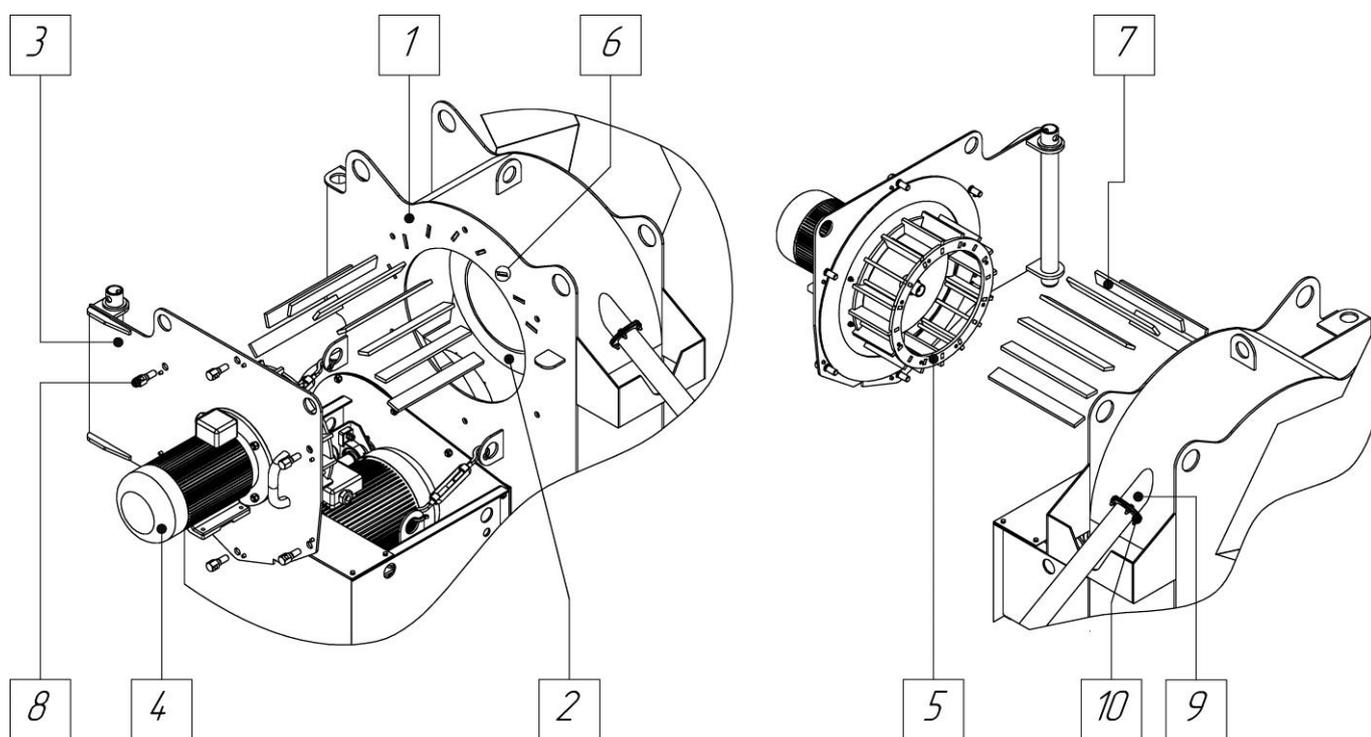

Рис. 10 Динамический воздушно-центробежный классификатор.
Динамический воздушно-центробежный классификатор (Рис. 10) состоит из корпуса (1), патрубка (2) выхода тонкого продукта, патрубка (9) вторичного воздуха с регулировочной заслонкой (10) распашной двери (3). На двери (3) размещен электродвигатель (4) привода делительного ротора. На оси электродвигателя (4) установлен делительный ротор (5). В пазах (6) корпуса (1) установлены пластины (7) направляющего аппарата, служащие для разделения материаловоздушного потока и отражения крупных частиц в направлении канала выхода «крупки». В закрытом положении дверь (3) фиксируется прижимами (8).